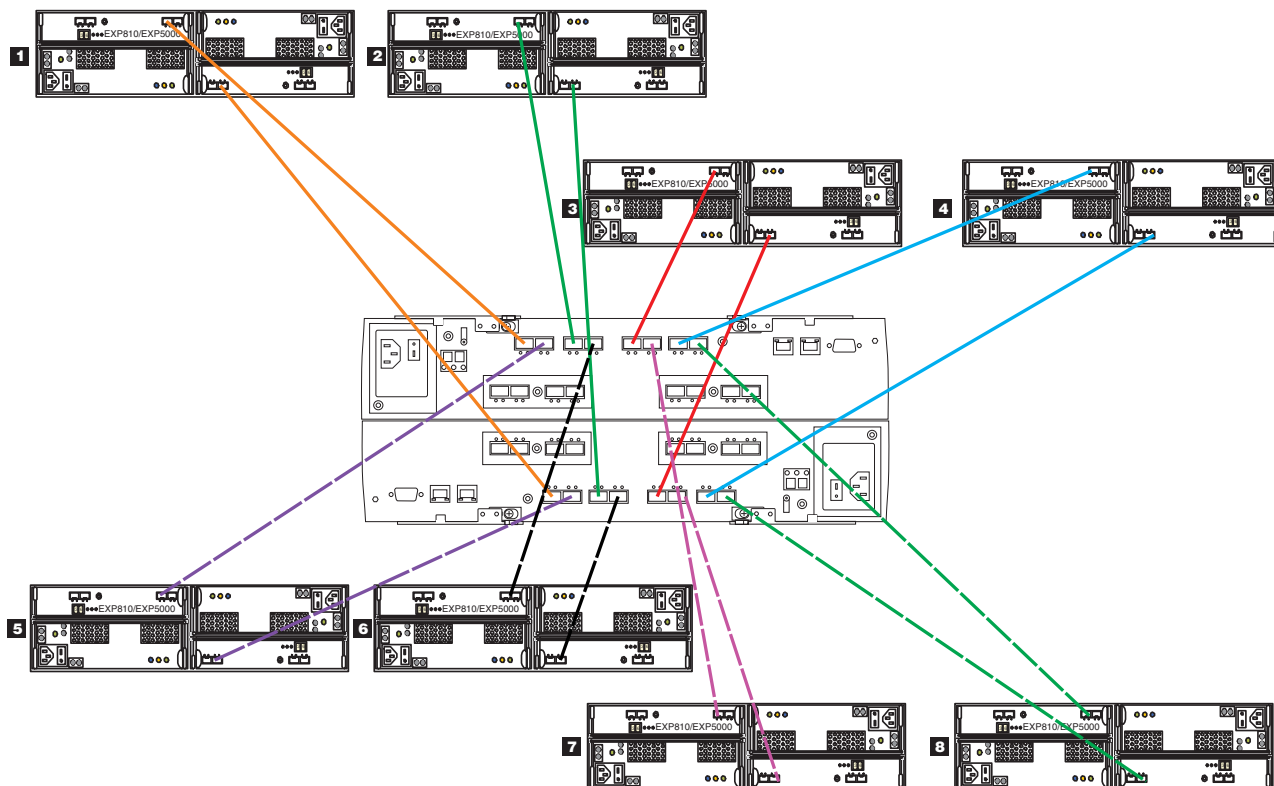

图 11. 连接存储机柜时使用全部的驱动器通道端口
- 将存储机柜连接到驱动器迷你集线器时，请勿使用 DS4400 或 DS4500 存储子系统中每个驱动器迷你集线器的所有端口。请将光纤通道电缆仅连接至驱动器迷你集线器的一个端口中，并将其他端口留空。但是，将存储机柜连接到驱动器通道端口（如 DS4200、DS4700、DS4800、DS5020、DS5100 和 DS5300 存储子系统）时，请使用每个驱动器通道上的所有端口。第 44 页的图 11 显示了如何将八个存储机柜连接到 DS5000 存储子系统。连接八个机柜，用完 DS5000 存储子系统的所有驱动器通道端口，而不是将这些存储机柜堆叠连接到部分驱动器通道端口上。